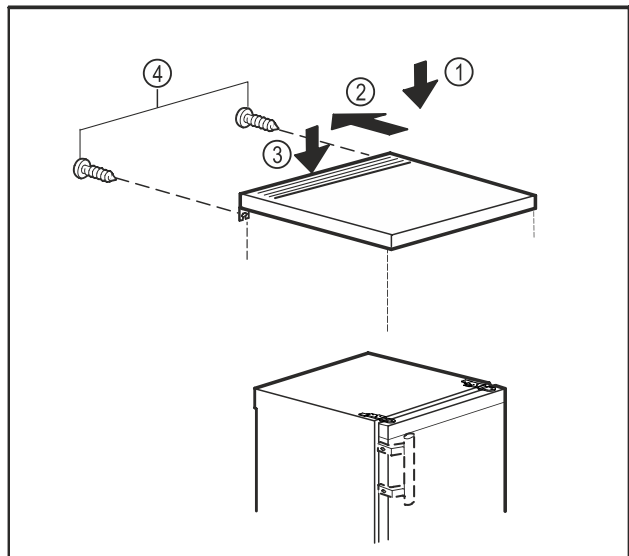

Fig. 11
- ▶ Umístěte stolovou desku na spotřebič. Fig. 11 (1)
- ▶ Stolovou desku posuňte dozadu. Fig. 11 (2)
- ▶ Stlačte stolovou desku dolů. Fig. 11 (3)
- ▶ Utáhněte šrouby na zadní straně. Fig. 11 (4)